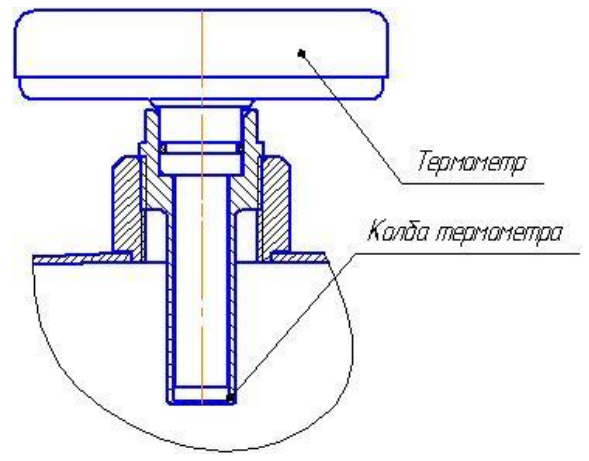

Рис. 3. Термометр
5.10. Вытащив термометр из колбы (рис.3), накапать 6-8 капель машинного масла и установить термометр на место.
6.6. Собрать дистиллятор (рис. 3), предварительно удалив заглушку с прокладкой 16 (рис. 1). Проверить плотность соединения гибкого металлического шланга, трубок и крышки автоклава.